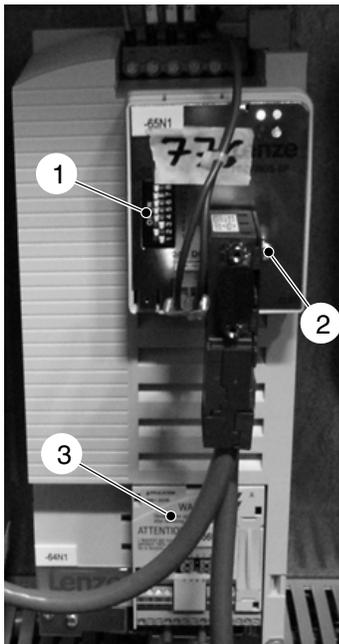

Fig. 6-1
2. Desligue as ligações do módulo de Profibus (1, fig. 6-1) ou do módulo I/O (3, fig. 6-1).
3. Desaperte o parafuso do módulo de Profibus (2, fig. 6-1).